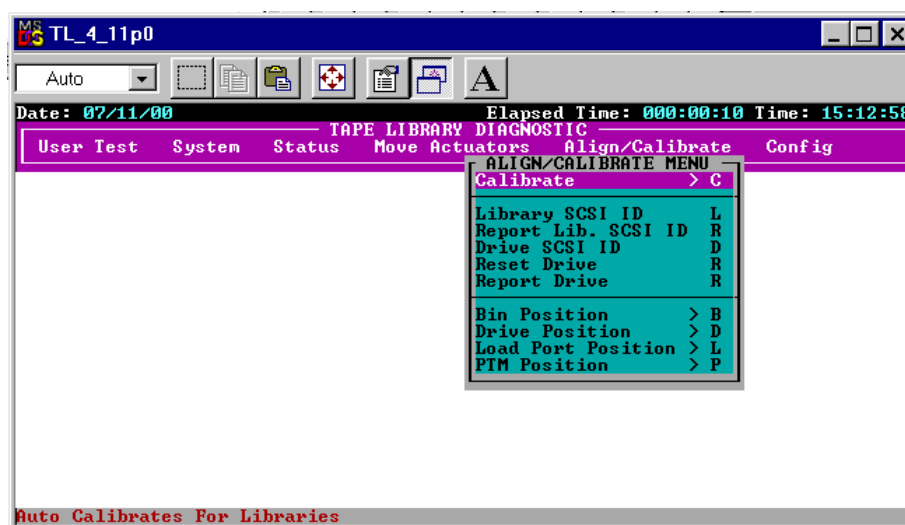

Figure 3-15. Menu Align/Calibrate (aligner/étalonner)
2. Dans le menu Align/Calibrate (aligner/étalonner), sélectionnez Calibrate (étalonner) (voir la Figure 3-15).